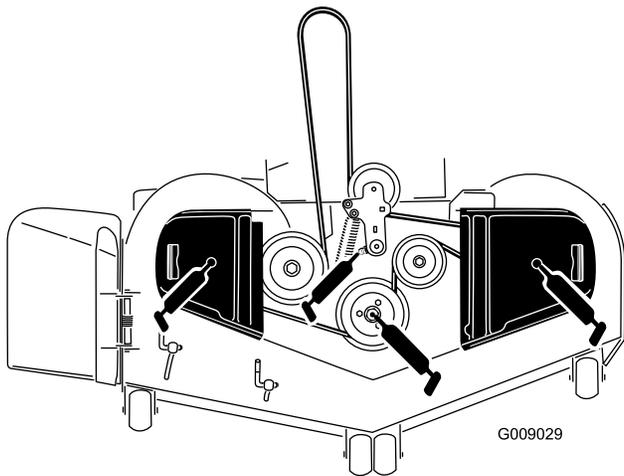

Figura 45
3. Engrase el pivote de la polea tensora de la carcasa de corte hasta que salga grasa por el extremo inferior (Figura 45).
4. Engrase los 3 cojinetes de los ejes hasta que salga grasa de las juntas inferiores (Figura 45).
5. Engrase el brazo tensor de la correa de transmisión (Figura 45).